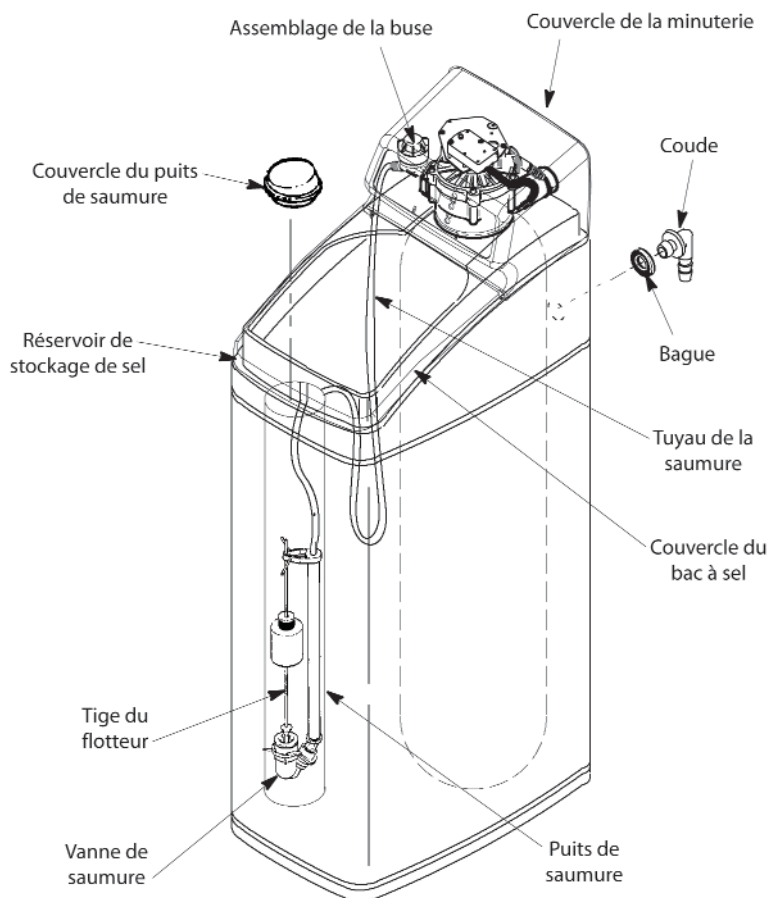

Figure 1
1. Les modèles Eau Miracle sont assemblés à l'usine. Pour l'installation, enlever le couvercle du trou de sel et le mettre de côté pour éviter de l'endommager. S'assurer que le puits de saumure est vertical et en place (voir Figure 1). Glisser le couvercle de la minuterie vers l'avant afin de voir l'ensemble de la vanne.